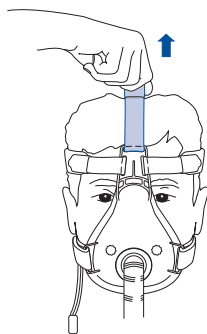

Bild : 5
- 5 Justera den övre Velcro remmen (bild 5) ytterst lite för att se till att maskens passform får ökad stabilitet. Masken bör sitta stadigt men inte alltför hårt åtspänd.